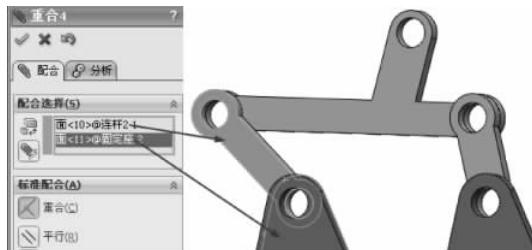

图 3-219 重合配合
(8) 继续进行配合约束, 选择【标准配合】选项组下的【重合】配合类型  , 在【要配合的实体】选择框  中选择如图 3-219 所示的面, 其他保持默认, 单击【确定】按钮  , 完成重合配合。